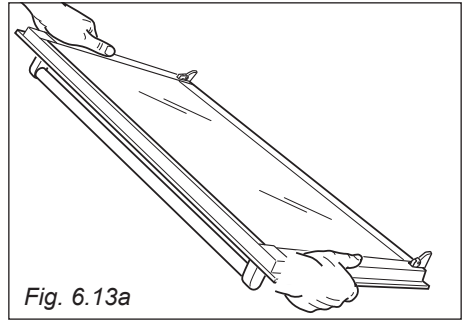

Fig. 6.13a
- Hold the door firmly (fig. 6.13a).